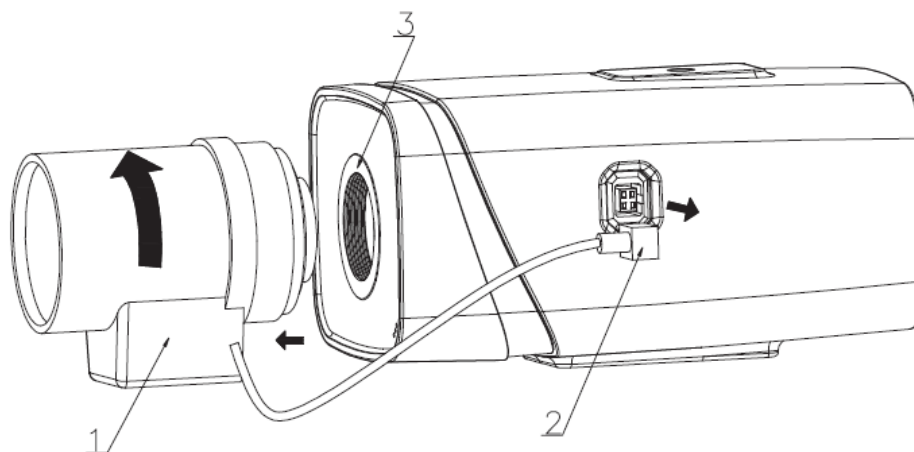

Рисунок 6.1
1. Поверните объектив против часовой стрелки и отсоедините его от камеры (рис.6.1).
2. Отсоедините кабель автоматической регулировки диафрагмы, если он конструктивно присутствует (рис.6.1).